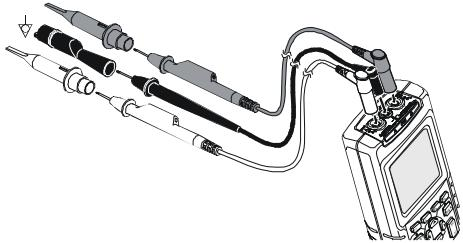

Рис. 9-3 Заземление неэкранированным заземляющим проводом
- При измерении сопротивления (Ω), проверке цепей на отсутствие разрывов, тестировании диодов и измерении емкости следует использовать черный неэкранированный заземляющий провод, подключаемый к гнезду COM. (См. рис. 9-3.)